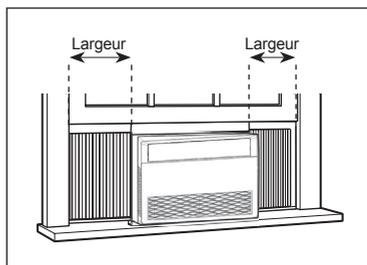

FIGURE 17
- 10** Une fois l'installation terminée, mesurez la largeur entre le boîtier extérieur du climatiseur et le cadre de la fenêtre, comme le montre la Figure 17.